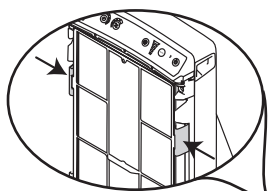

FIG. 3A
2. El pre-filtro está montado al exterior del filtro HEPA. **Quite** el pre-filtro y el filtro HEPA combinados **apretando** los dos salientes ubicados de cada lado de la estructura del filtro HEPA (cerca de la parte superior) hasta que se destraben (Fig. 3a).